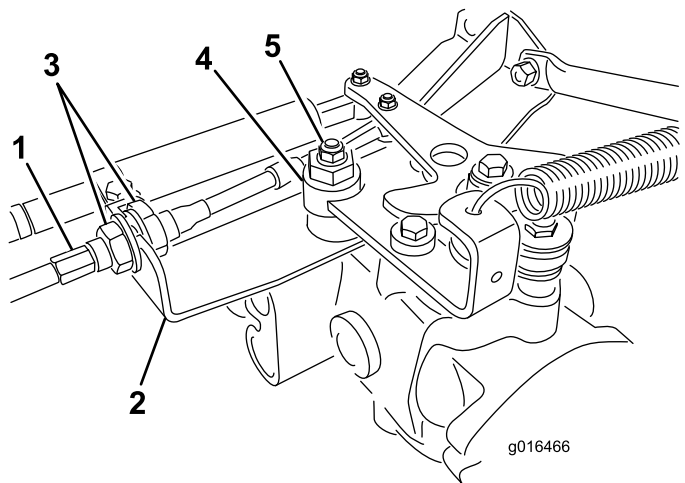

Figura 42
- A. Liberte as porcas de bloqueio que fixam o cabo de controlo de tração ao anteparo do hidróstato (Figura 42). Certifique-se de que as porcas de bloqueio se encontram soltas de forma idêntica e o suficiente, de modo a permitir a operação de ajuste.
Nota: Liberte a porca que fixa o disco excêntrico ao cimo do hidróstato (Figura 42).
- E. Quando a roda deixar de rodar, aperte a porca, bloqueando deste modo o disco excêntrico e fixando a posição de ajuste (Figura 42).
- G. Aperte uniformemente as porcas que se encontram em cada um dos lados do anteparo, fixando deste modo o cabo de tração ao anteparo (Figura 42). Não rode o cabo.